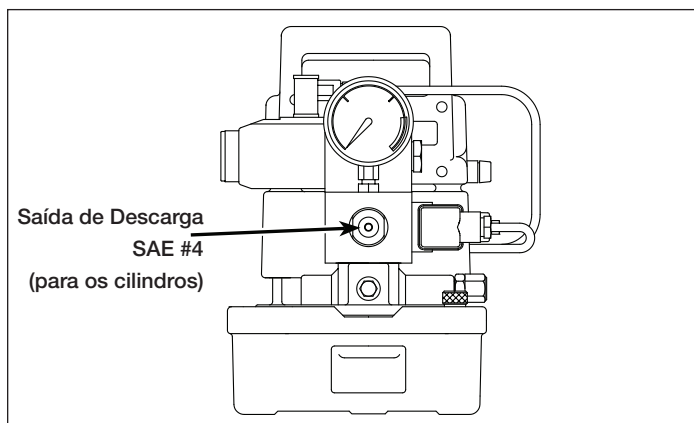

Figura 3, Saída de Descarga para Válvula de Controle
**IMPORTANTE:** Tome cuidado e evite que pedaços de fita entrem no sistema hidráulico. A mangueira que conecta a bomba ao cilindro é presa diretamente na saída de descarga da válvula de controle (ver Figura 3).
A mangueira que conecta a bomba ao cilindro é presa diretamente na saída de descarga da válvula de controle (ver Figura 3).